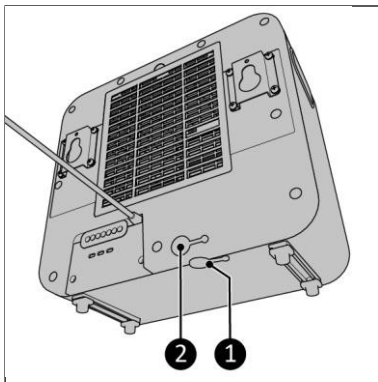

Figura 17
1. Verificare che entrambi i tappi di chiusura dell'acqua siano inseriti nel serbatoio dell'unità interna (Figura 17, pos. 1 e 2).